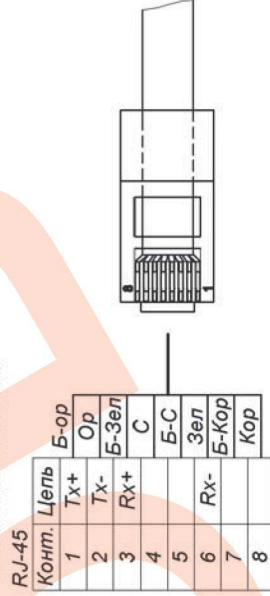

Рис. 2 Обжимка кабеля кат.5е
- 3.Подключить патч-корд от IP-камер к устройству защиты УЗЛ-Е («Линия») кабелем УТР кат.5е (в комплект поставки не входят; обжимка кабелей производится по стандарту TIA/EIA 568В (рис.2)).
6. Подключить БУК-4 (контакты «Перегрев НЗ») к внешнему устройству сигнализации.7. Подключить кабель питания к входу автомата питания S1, при этом фазный провод (L) соединить с контактом 1, нулевой провод (N) с контактом 3.